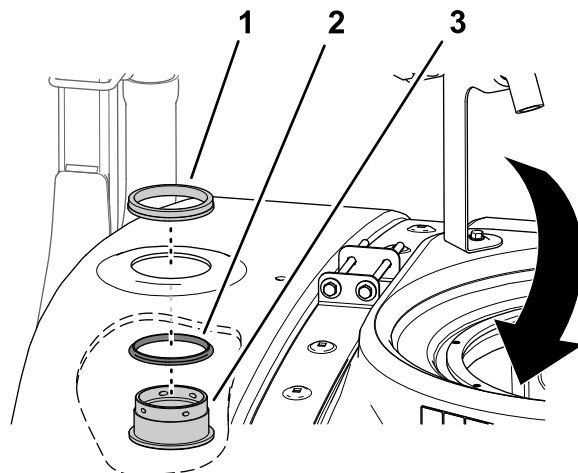

図 27
1. バルクヘッドのフィッティングにシールを取り付ける 図 27。
2. 先ほど **タンクに穴を開ける (ページ 14)** で作った穴を通して、バルクヘッドフィッティングとシールを、タンクの内側から取り付ける (図 27)。
3. ロックリングを使ってバルクヘッドをタンクに固定する 図 27。